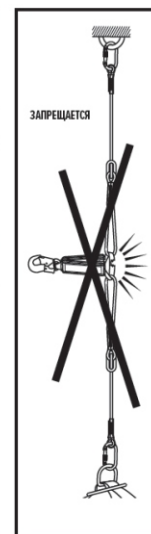

Рис. 13
**Запрещается:** при использовании двухплечевого стропа один карабин присоединять к анкерной точке, а второй – к страховочной привязи (рис. 13).